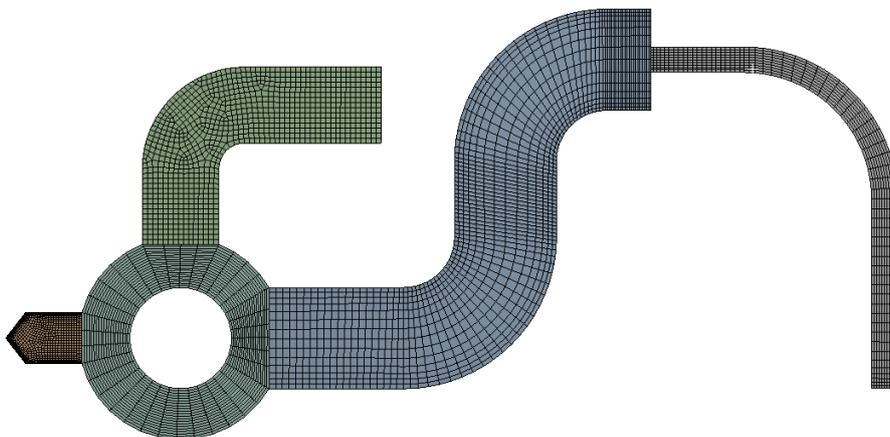

Рис. 16. Генерация сеточной модели
4.8. Нажимаем ПКМ на **Mesh** и выбираем **Generate mesh**. Готовая сеточная модель представлена на рис. 16. Закрываем окно блока **Model**.